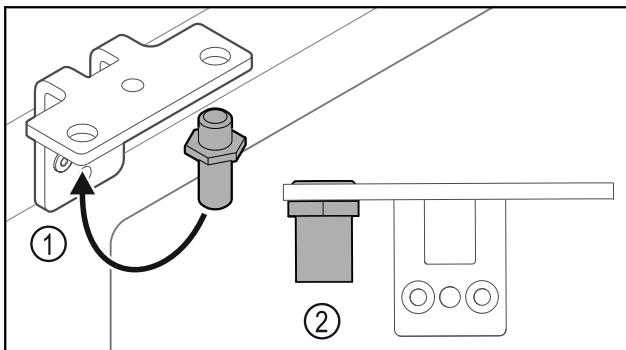

Fig. 38
- Переставьте палец Fig. 38 (1) в шарнирном уголке.
- Затяните палец Fig. 38 (2) с **моментом 12 Нм**.